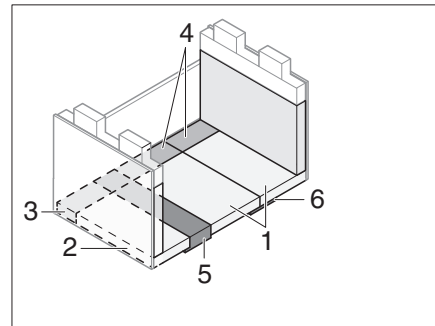

Bild 211 Nach dem Umbau
- Sitz-, Rücken- und Zusatzpolster wie in Bild 211 gezeigt auflegen.
- ▷ Um einen höheren Liegekomfort zu erreichen, kann die Polster-Beilage aus dem Rückenpolster (Bild 211,2) entfernt werden.